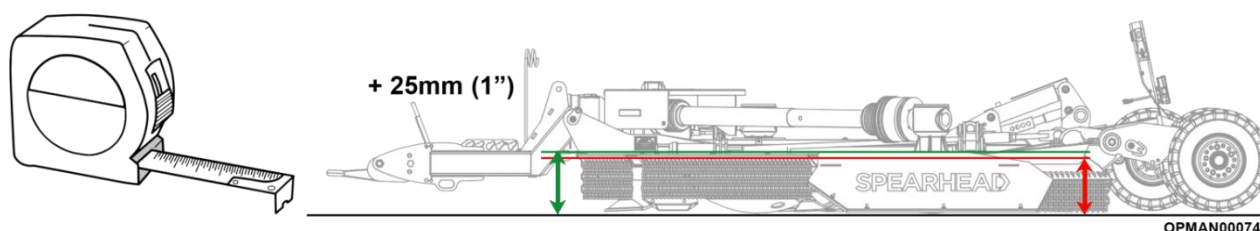

Figure 4.19 – Multicut 460/620 Front To Rear Machine Levelling
4.7.1.2 Измерьте расстояние от каждого конца верхней части стержня до основания; см. рисунок 4.19 для определения высоты передней и задней частей машины.
ПРИМЕЧАНИЕ: Имейте в виду, что шины могут тонуть в мягких условиях, когда машина используется, изменяя фактическую высоту среза; см. рисунок 4.19. В качестве безопасной меры предосторожности установите высоту среза немного выше при настройке, чтобы учесть это опускание. Оцените рабочую зону после и затем отрегулируйте снова, если требуется. Ensure that the machine tyre pressures are set correctly. See Section 5.7.1 for correct tyre pressures for the particular rotary mower model and fitted tyre option.